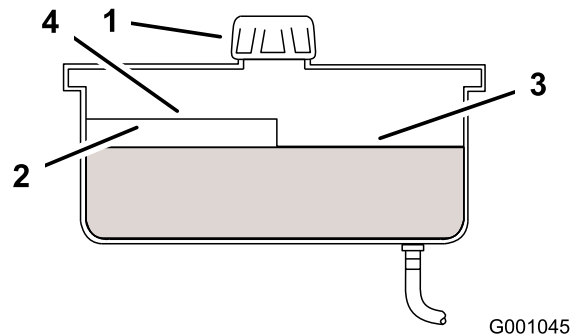

Figure 56
4. Nettoyez la surface autour du bouchon et du goulot de remplissage du réservoir hydraulique (Figure 56).
5. Retirez le bouchon du goulot de remplissage. Vérifiez le niveau d'huile à l'intérieur du réservoir. (Figure 56).
- Remarque:** Lorsque l'huile est chaude, le niveau de liquide doit atteindre le haut du repère à chaud sur le déflecteur (Figure 56).